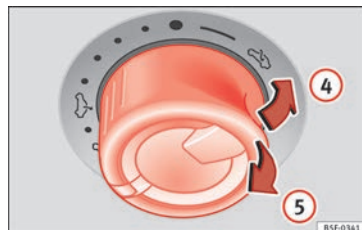

Abb. 12 Im Dachhimmel: Zum Ausstellen oder Schließen des Dachs den Knopf drücken bzw. ziehen.
- Hochfahren: Drücken Sie den Schalter auf die Position » Abb. 12 ④. Zum Einstellen einer Zwischenposition betätigen Sie den Schalter bis die gewünschte Position erreicht ist.
- Senken: Ziehen Sie den Schalter auf die Position » Abb. 12 ⑤. Zum Einstellen einer Zwischenposition betätigen Sie den Schalter bis die gewünschte Position erreicht ist.